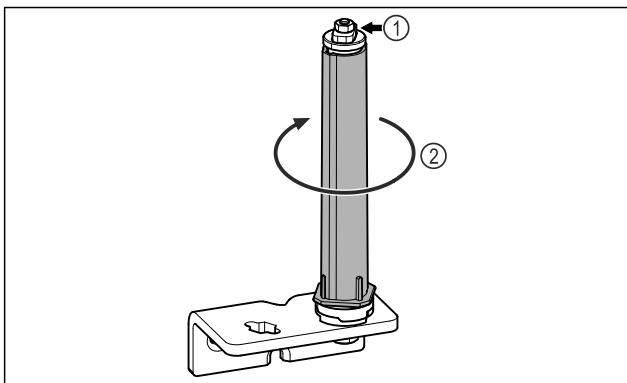

Fig. 18
- ▶ Nerozebírejte uzávěrací systém dvířek Fig. 18 (1).
- ▶ Otáčejte uzávěracím systémem Fig. 18 (2), dokud nezacvakne.